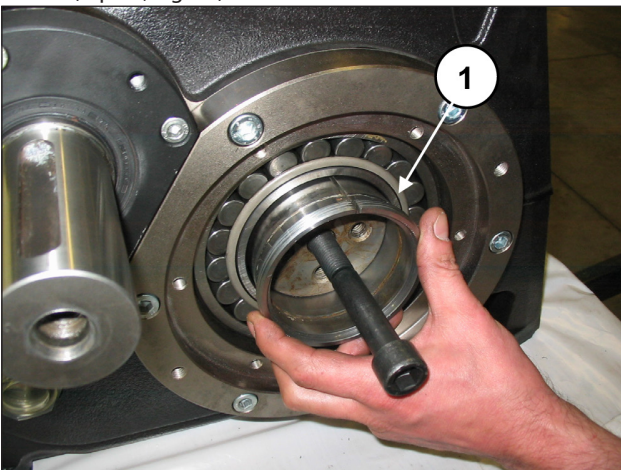

Fig. 76
Insérer une partie des deux douilles de pression tout en soulevant le vilebrequin à l'aide de l'axe M16 préalablement monté (rep. ①, Fig. 76).